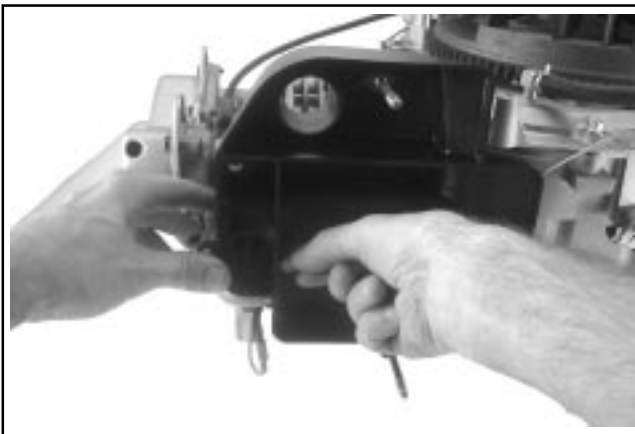

Figure 10-61. Installation de la vis de montage. (Modèles avec une butée et une vis).
- b. **Modèles avec seulement une vis et une butée de montage** : Appuyer avec la main pour empêcher les éléments de bouger, puis retirer prudemment la goupille d'alignement et monter la longue vis M6 À SEC – NE PAS LUBRIFIER. Voir la Figure 10-61. Vérifier que tous les joints sont positionnés correctement.